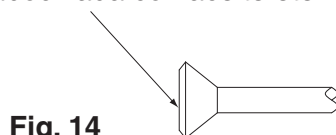

Fig. 14
- Cuando deba realizar una conexión abocardada, recubra la superficie interior abocardada únicamente con aceite de éter o aceite de éster. (Consulte la Fig. 14) A continuación, gire manualmente la tuerca abocardada 3 ó 4 veces y enrósquela.